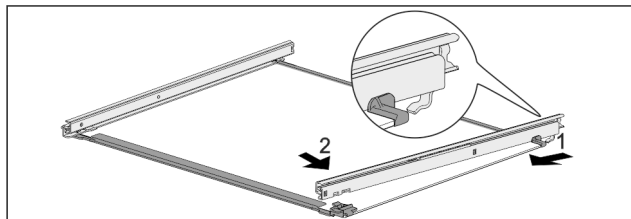

Fig. 41 Płyta szklana z szynami
- ▶ Zaczepić szynę z tyłu. Fig. 41 (1)
- ▶ Zazębić szynę z przodu. Fig. 41 (2)